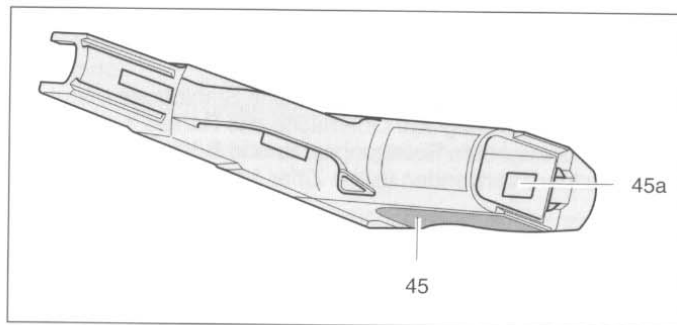

Abb. 13
9. Im Magazinschacht Arretiernase **45a** drücken und Griffschale **45** wegziehen (Abb. 13).